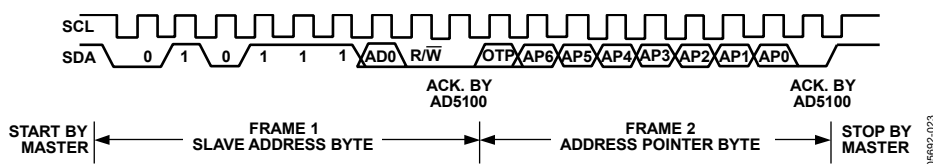
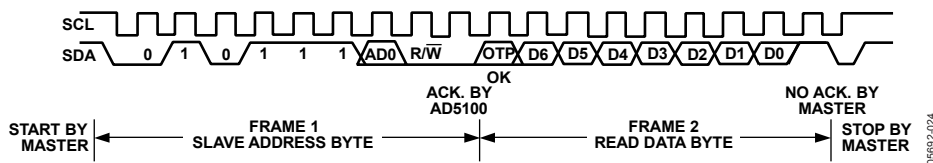

図 23. 正しいアドレス・ポインタ設定のためのダミー書き込み
図 24. アドレス・ポインタ・レジスタからのデータ読み出し
- AD5100 のアドレス・ポインタ・レジスタ値が未知の場合または正しくない場合は、まず、該当する値を設定し、その後でデータ・レジスタに対するデータの読み書きを行う必要があります。この動作は AD5100 に対する書き込み動作で実行されますが、この場合はデータをレジスタに書き込まないため、レジスタの読み出しアドレスを含むデータ・バイトのみが出力されます。この動作を図 23 に示します。その後で、シリアル・バス・アドレス、1 に設定された R/W ビット、それに続いてデータ・レジスタから読み出されたデータ・バイトのシーケンスで、読み出し動作が実行されます。この動作を図 24 に示します。